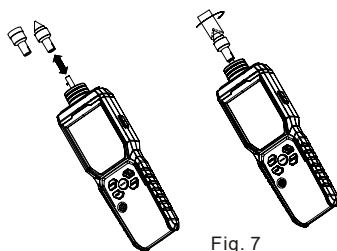

Fig. 7
3. Contatto - Misura RPM/Hz (Fig. 7)